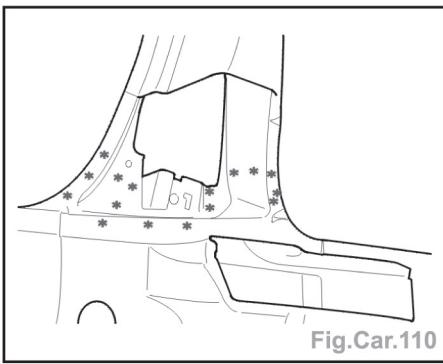

Fig.Car.110
- Couper le pied AV (suivant A), découper par fraiseage des points (suivant B), déposer la partie inférieure du pied central et découper par fraiseage des points (Fig.Car.110).